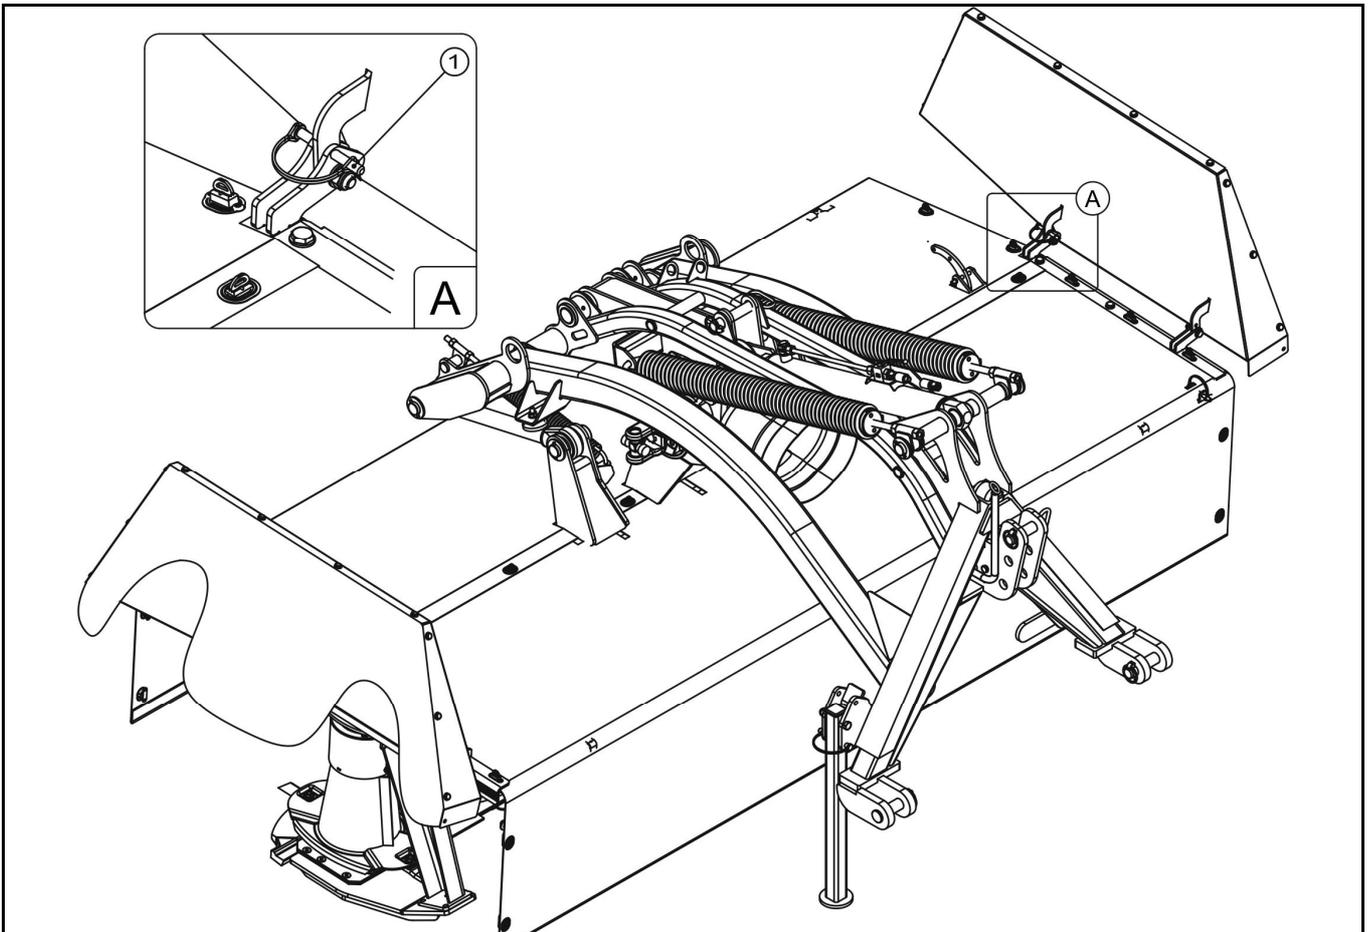

ABBILDUNG 4.4 Anheben der Schutzvorrichtungen in die Transportstellung
- Heben Sie die seitlichen Schutzvorrichtungen der Mähmaschine nach oben und sichern Sie sie mit den Splinten (1) (ABBILDUNG 4.4).